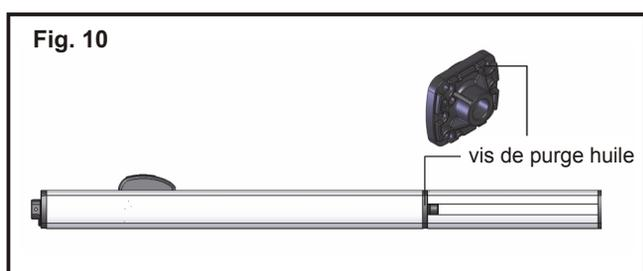

Fig. 10
- Retirer la vis de purge (Fig. 10).